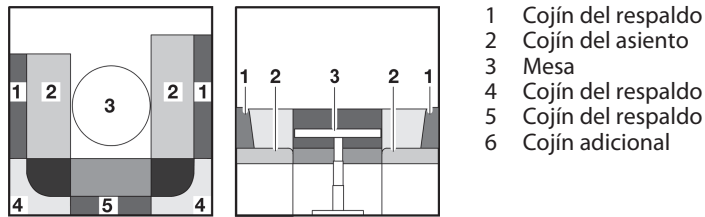

Fig. 68 Antes de la transformación
- Transformar la mesa (Fig. 68,3) en base de cama (véase apartado 7.8).